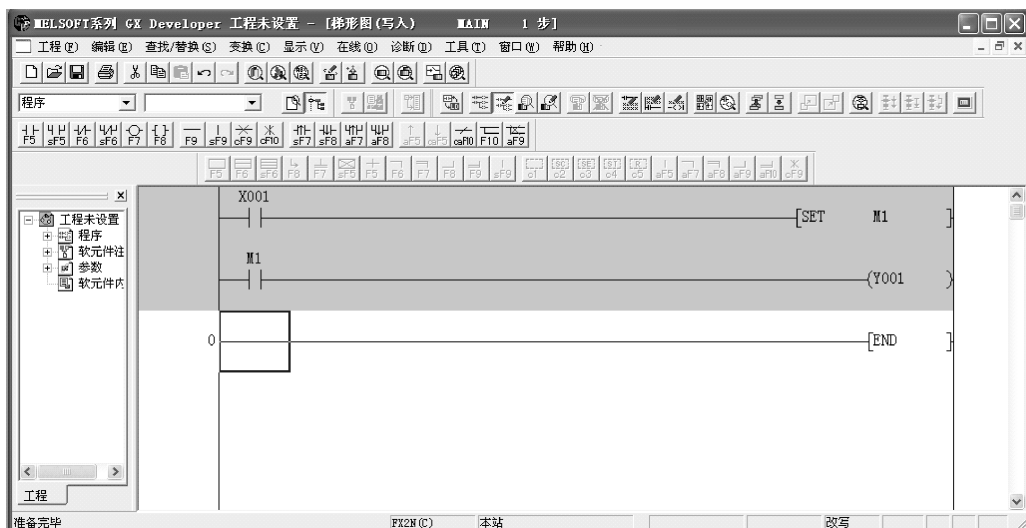
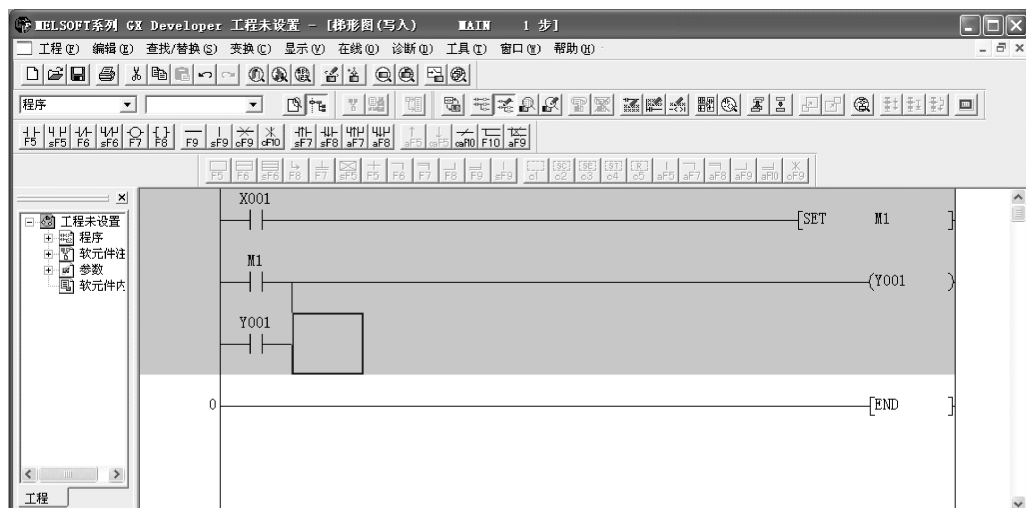

图 2-34 “LD M1”和“OUT Y1”指令输入完毕画面
图 2-35 梯形图输入完毕画面
3) 再用上述类似的方法输入“LD M1”和“OUT Y1”指令，如图 2-34 所示。
4) 在图 2-34 的蓝线光标框处直接输入“OR Y1”或单击相应的工具图标并输入指令，确定后程序窗口中显示已输入完毕的梯形图，如图 2-35 所示。至此，完成了程序的创建。